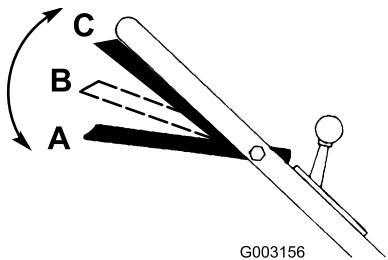

Figura 13
1. La barra de control debe estar en la posición A (Figura 13).
2. Deslice la barra de control a la derecha y élévela a la posición B para engranar la cuchilla (Figura 13).
3. Apriete la barra de control contra el manillar hasta que llegue a la posición C para avanzar (Figura 13).